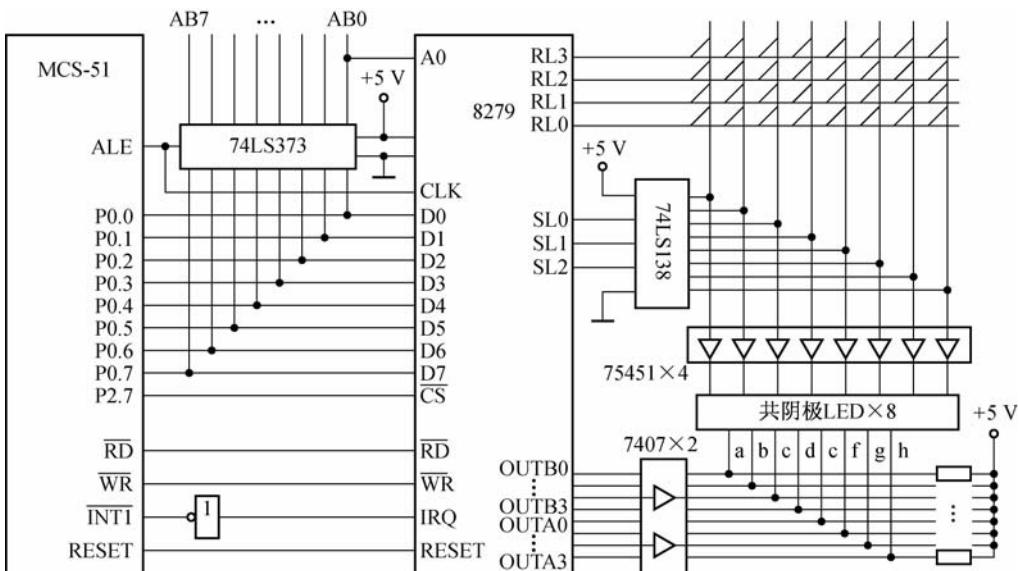

图 6-13 8279 与单片机的具体接口电路
(2)MCS-51单片机与8279的具体接口电路如图6-13所示。
由电路连接关系可以分析得到,该接口对用户来说只有两个口地址:命令口地址7FFFH和数据口地址7FFEH。SL0~SL2接74LS138译码器产生键盘行扫描和LED数码管显示器的位置控制信息。图6-13中8279外接4×8键盘和8位共阴极LED显示器,采用编码扫描方式。